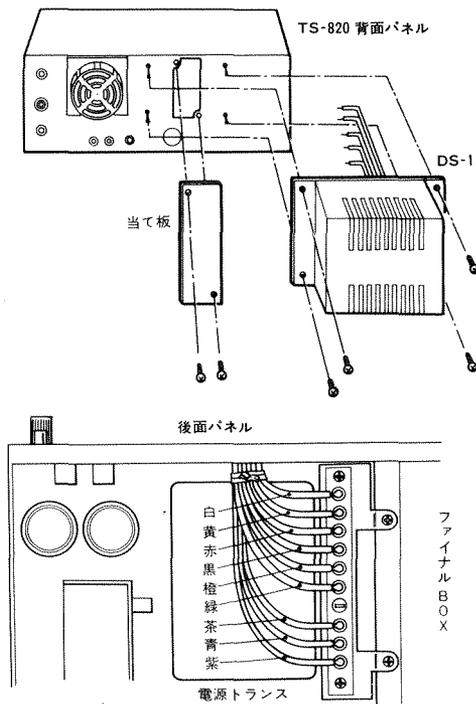

図15 DS-1の取付け方
- ④CW用フィルタの取付けおよびコネクタ差替えの際は、IFユニット取付金具をシャーシに固定しているビス3本をはずし、ユニットを上方に引上げますと作業が楽に行えます。
6.2-8 DC-DCコンバーター(DS-1)の取付け方 (図15参照)
- ①セットの上ブタを取りはずしてください。
- ②後面パネルの当て板をはずし、DS-1を4本のビスで取り付けてください。
- ③電源トランス横の、DC-DC端子板に接続されている線と同色のリードを、DC-DCユニット側から選び、DC-DC端子板上でハンダ付けしてください。
- ④TS-820本体後面パネルのAC用電源コードを、DS-1付属のDC用電源コードに交換してください。
- ⑤コードの赤リードをバッテリーの⊕端子に、黒リードをセットの近くで車体に直接接続してください。